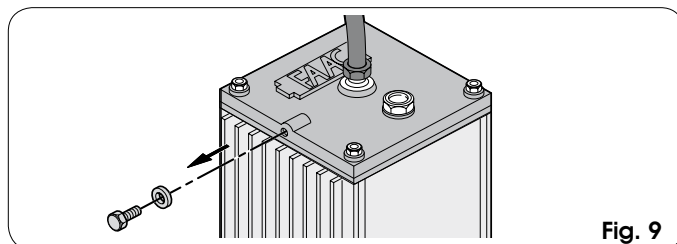

Fig. 9
- 3) Enlever et conserver la vis de purge d'après la fig. 9.
- 1) S'assurer que la vis de purge a été éliminée (Fig. 9)
4. Visser la vis de purge sur la centrale (Fig. 9).
11. Enlever la vis de purge de la centrale (Fig. 9) et effectuer les opérations de purge de l'air d'après le paragraphe 8.2.